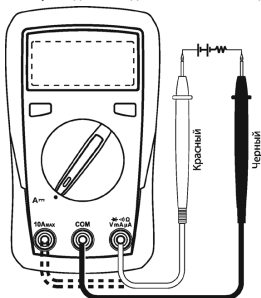

Рис. 3 Измерения силы постоянного тока
6.5 Измерение силы постоянного тока (см. рис. 3)